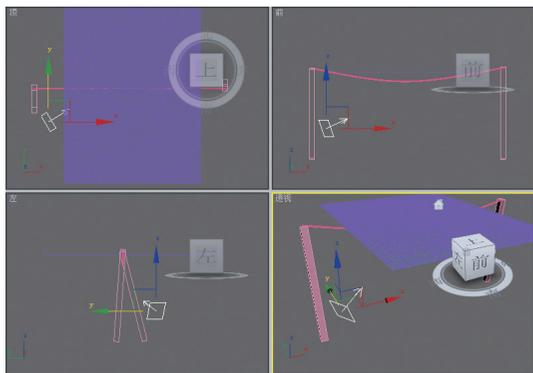

图9-83 调整风力物体的方向
**02** 然后，在四视图中调整一下风力物体的方向和位置，如图9-83所示。